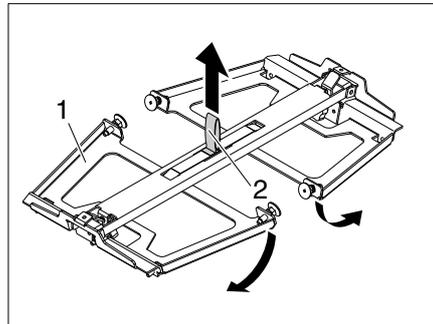

Bild 63 Untergestell aufbauen
- Untergestell (Bild 63,1) an der Schlaufe (Bild 63,2) anheben. Die Füße an beiden Seiten klappen nach unten.